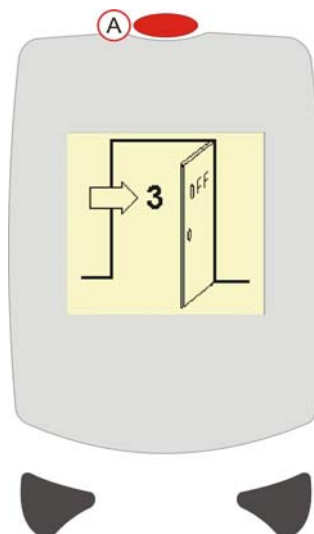

Abbildung 14 ABSCHALTEN
Sobald die erwünschten Messungen abgenommen wurden, drücken Sie den Strom-Taster, siehe Abbildung 14 (A), und halten Sie ihn drei Sekunden lang, um das Instrument ABzuschalten. Ein „Tür“-Symbol erscheint beim Countdown 3, 2, 1.